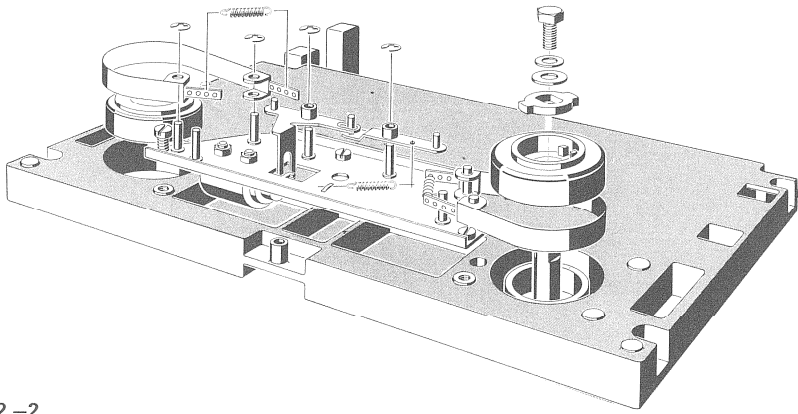

Fig. 4.2.–2
4.2.1. Messung der Bremsmomente (Fig. 4.2.-1)
4.2.1. Braking torque (fig. 4.2.-1)
4.2.1. Mesure du moment de freinage (fig. 4.2.-1)
4.2.2. Einstellen der Bremsen (Fig. 4.2.–2)
4.2.2. Adjustment of braking torque (fig. 4.2.–2)